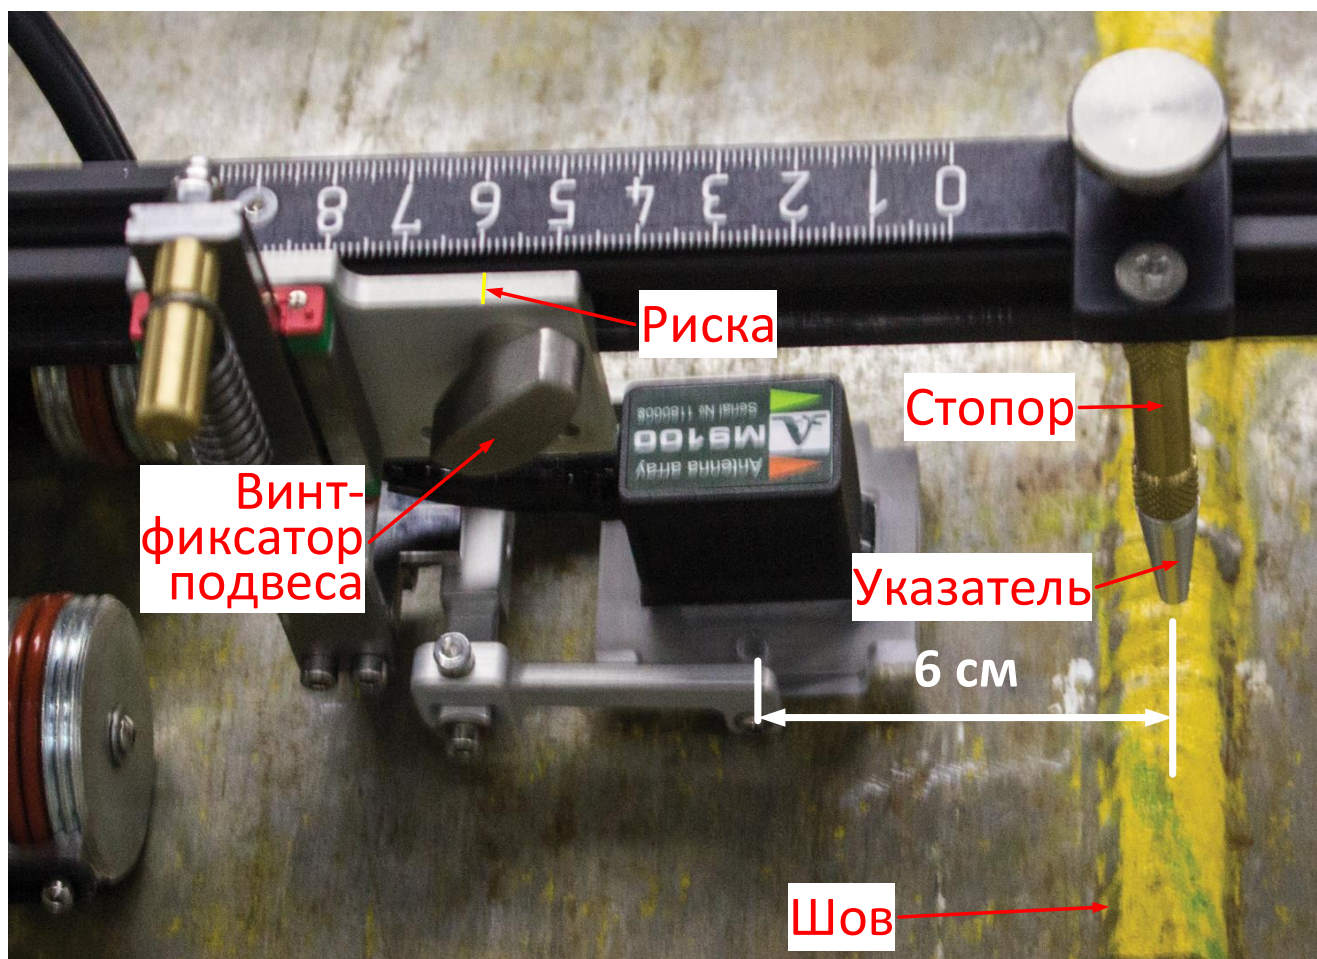

Рисунок 14 – Установлена АР, середина коммутатора расположена на расстоянии 6 см от указателя
2.4.7 Установить выбранное расстояние на линейке указателя по риску (рисунок 14).